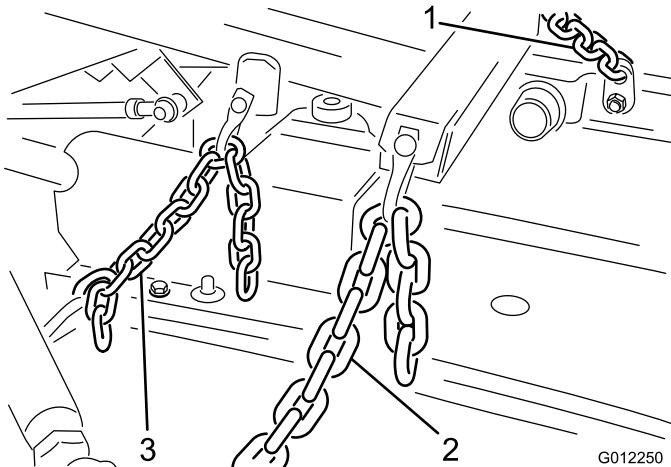

Figura 12
1. Collegate le catene di sollevamento alle staffe della catena dell'apparato di taglio e del braccio di sollevamento con 6 grilli, perni dei grilli (3/8 x 1-1/2 poll.) e coppiglie (1/8 x 3/4 poll.) (Figura 12). Regolate la lunghezza della catena in modo che entrambi risultino tesi al sollevamento del braccio.
2. Collegate le estremità della molla di tensione tra il quarto anello della catena posteriore e l'occhio della coppia che blocca il perno del cilindro in posizione (Figura 12). Regolate la lunghezza della catena in modo che le ruote orientabili posteriori siano sollevate da terra in posizione di trasporto.